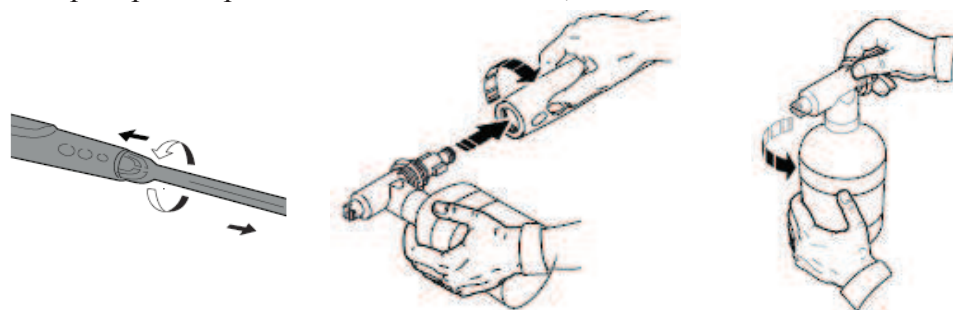

рис. 4
- подсоедините бутыл с моющим средством к насадке распылителю и зафиксируйте с помощью фиксатора соединений как показано на рис. 4;